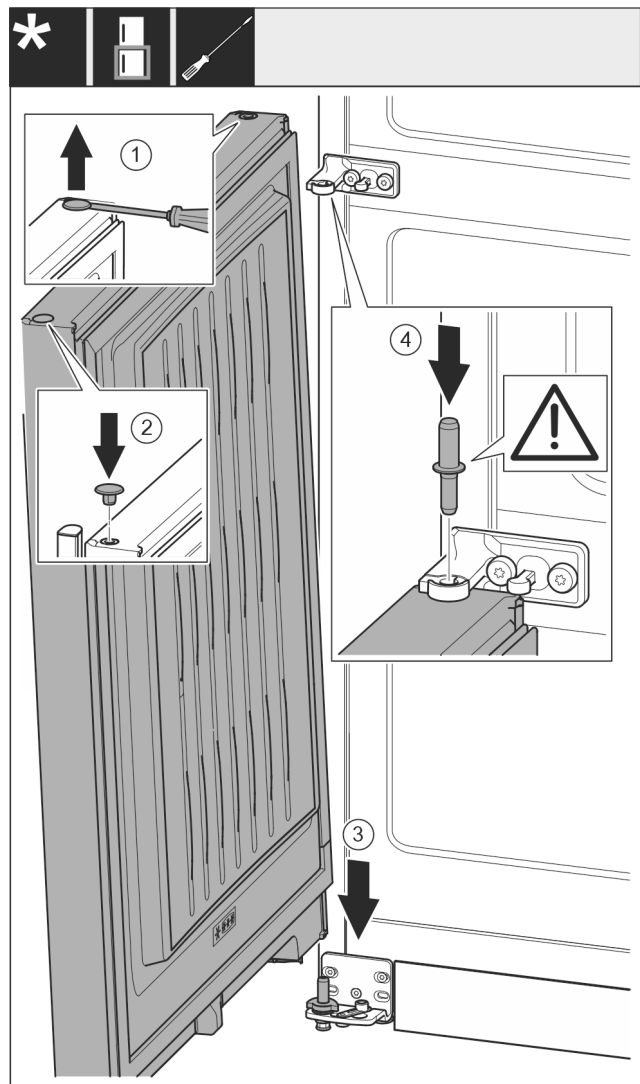

Fig. 54
- ▶ Осторожно приподнимите шлицевой отверткой заглушку Fig. 54 (1) и извлеките ее.
- ▶ Снова установите заглушку Fig. 54 (2) с другой стороны двери.
- ▶ Установите дверь Fig. 54 (3) сверху на нижний опорный палец.
- ▶ Вставьте средний опорный палец Fig. 54 (4) через средний опорный кронштейн в нижнюю дверь. При этом проследите за тем, чтобы выступ фиксатора был направлен назад.